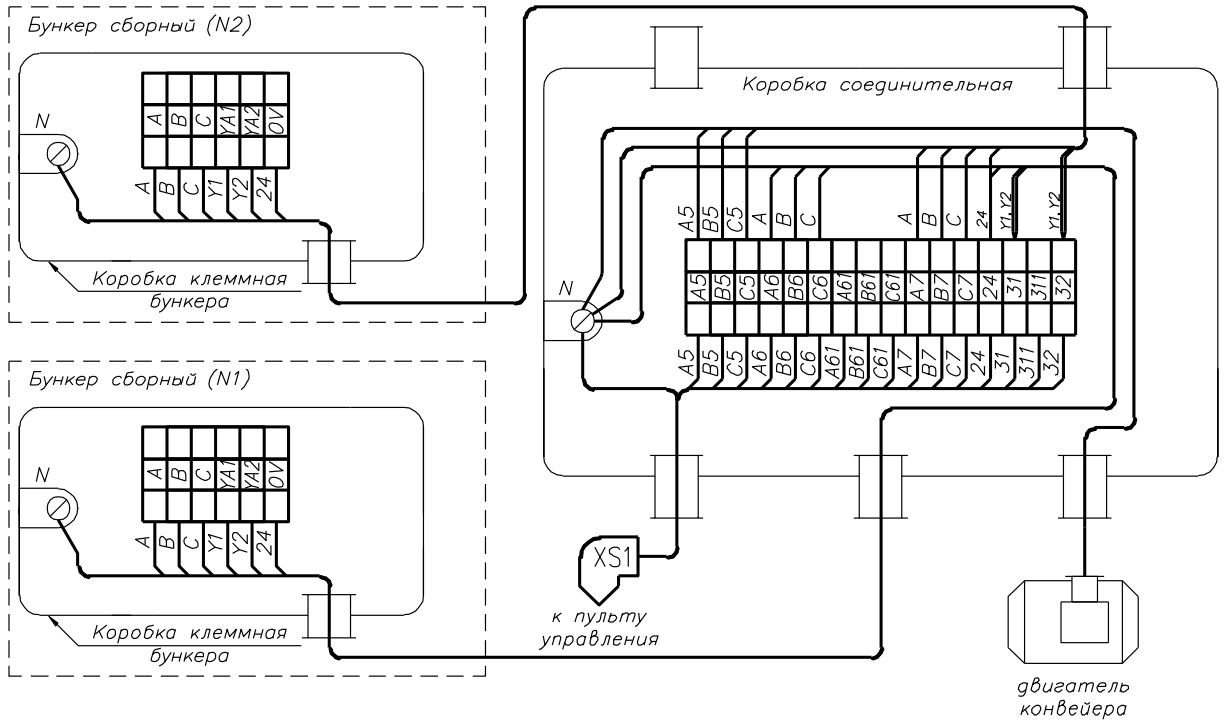

Рисунок 5. Схема электрическая подключения ДЗ-24.
Схема электрическая соединений установки представлена на рис. 5, 6.
- 4.7. Смонтировать электрическую схему дозатора (рис. 5 или 6). Проверить правильность вращения барабана конвейера (против часовой стрелки при взгляде со стороны привода).